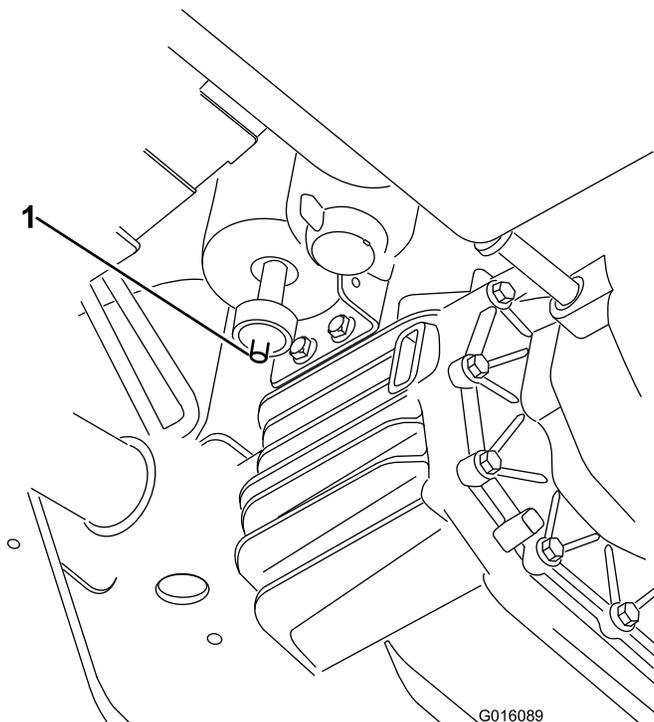

図 43
1. カーボンキャニスタ下部にあるエアフィルタを探し出す図 43。